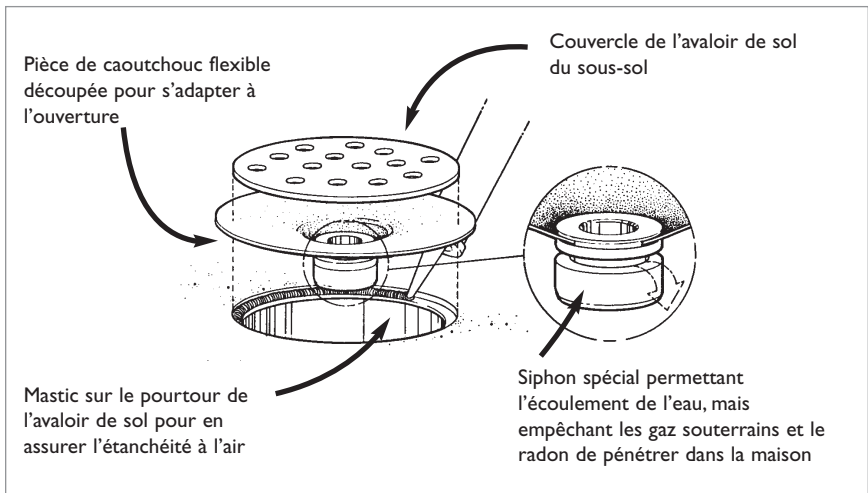

Figure 9 : Siphon pour avaloir de sol existant
- **Avaloirs de sol.** Les avaloirs de sol dans le sous-sol peuvent être munis de siphons-obturateurs qui permettent à l'eau de s'écouler mais font obstacle à l'infiltration du radon dans le sous-sol (*voir* la Figure 9). Ces dispositifs ne peuvent cependant pas faire office de clapets de retenue pour le système d'égout.